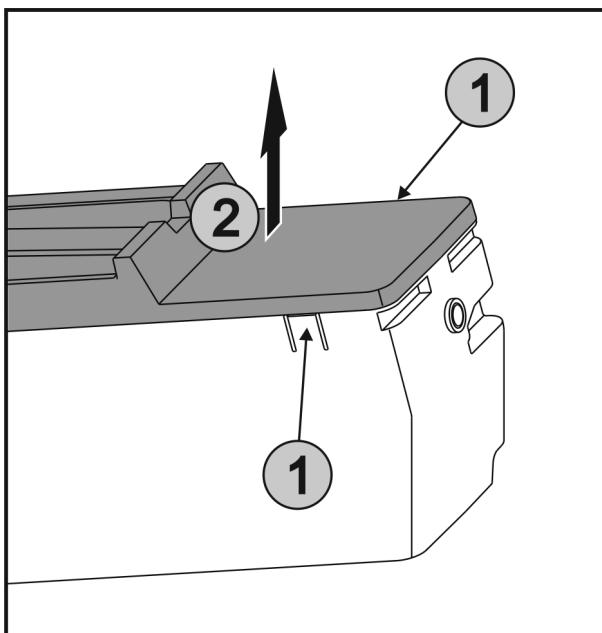

Fig. 40
- ▶ Súčasne stlačte spony Fig. 40 (1) na oboch stranach EasyTwist-Ice a odoberte kryt Fig. 40 (2) nahor.